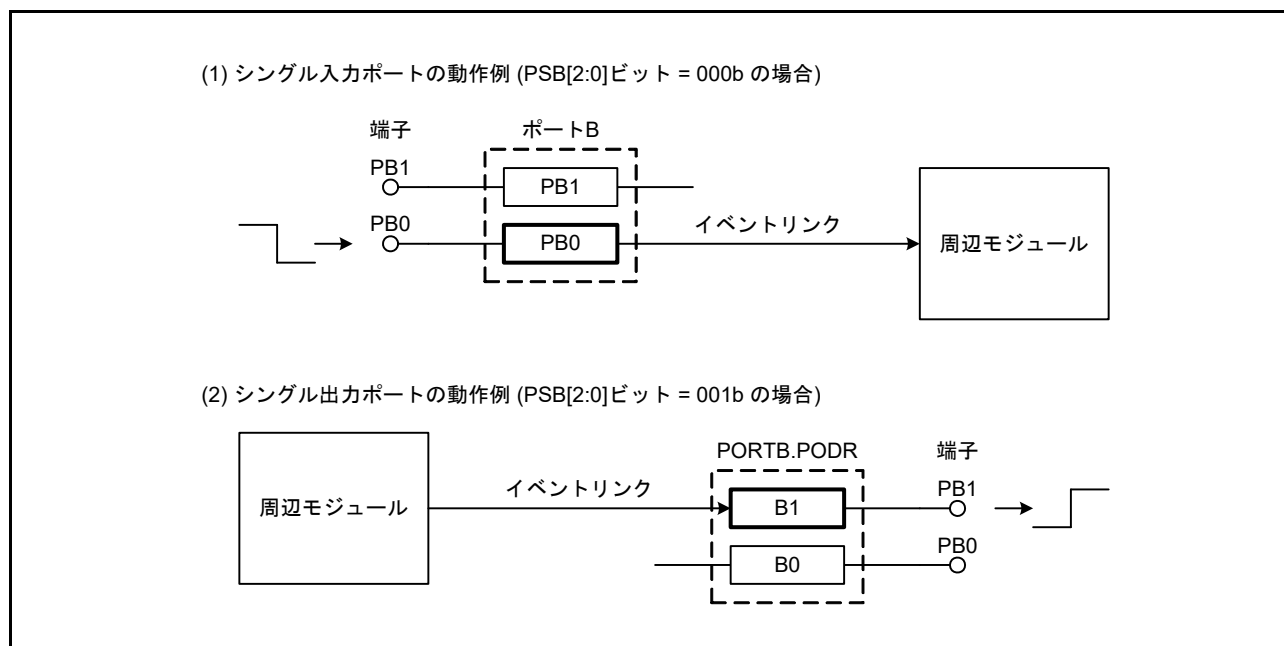

図 19.3 シングルポートのイベントリンク動作 (ポート B の場合)
(2) シングル入力ポートでのイベント発生
入力に設定されているシングルポートは、対応する端子への入力信号が変化するとイベント信号を出力します。イベント発生条件は、PELm.PSM[1:0] ビット (m = 0, 1) で設定します。図 19.3 (1) にシングルポートのイベントリンク動作を示します。
(3) シングル出力ポートへのイベント信号入力
ジスタの値) が $PELm.PSM[1:0]$ ビットで指定したとおりに変化します。図 19.3 (2) にシングルポートのイベントリンク動作を示します。